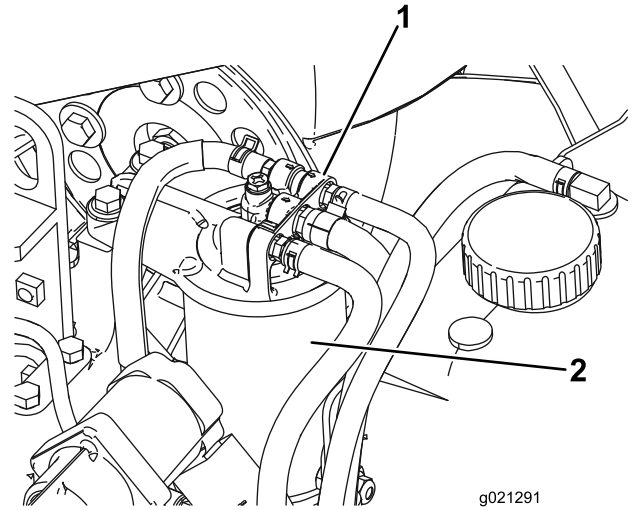

Figura 85
1. Limpie la zona alrededor de la cabeza del filtro de combustible (Figura 85).